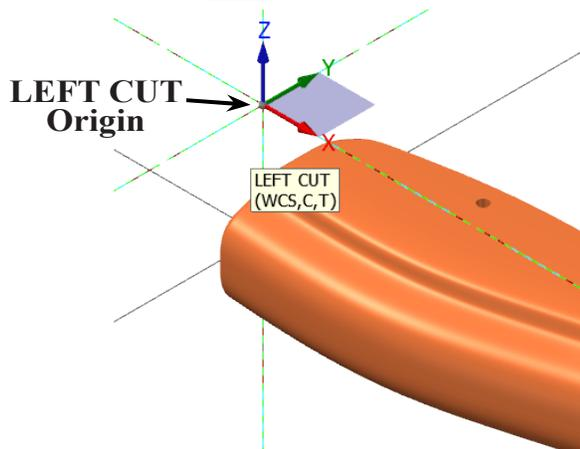

Fig. 26
Step 6. Confirm LEFT CUT Origin, Fig. 26.